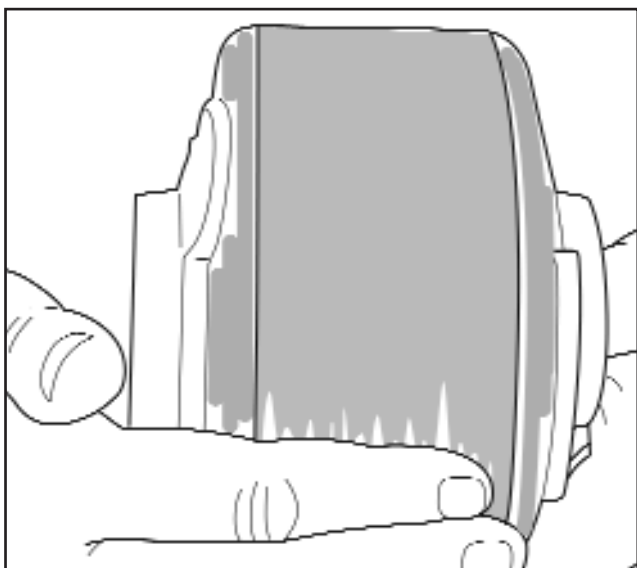
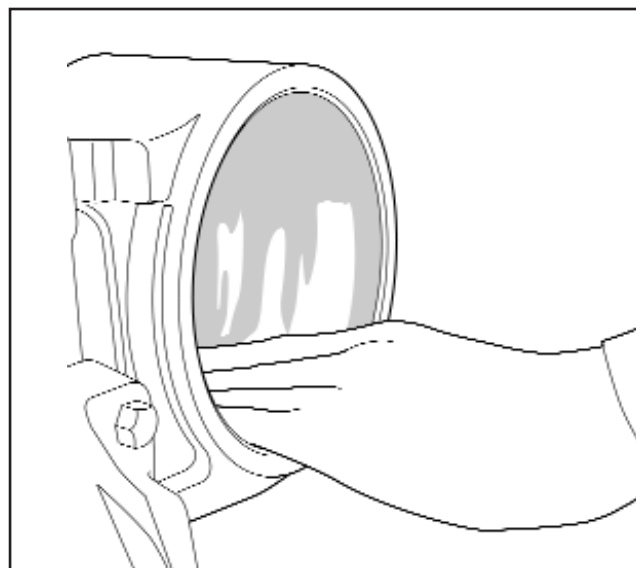
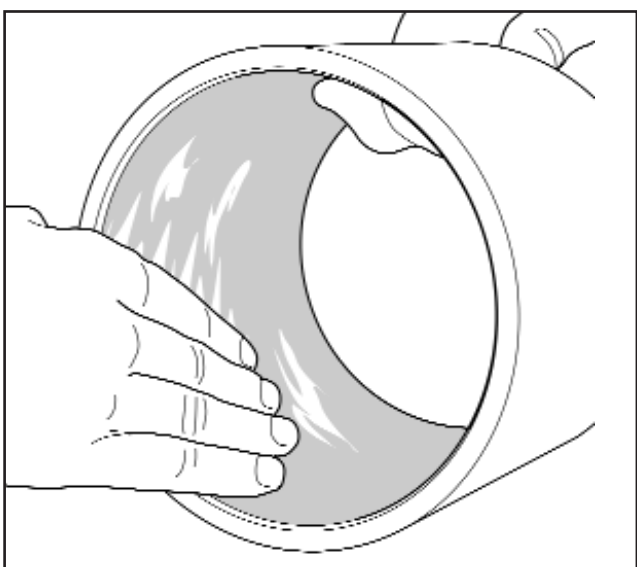

Fig 3.31
Fig 3.33
Fig 3.32
1. Appliquer la solution gel P-80 à toutes les surfaces et bords de la bague d'axe d'articulation, comme indiqué (figure 3.31). Appliquer également la solution à l'entonnoir " D " (figure 3.32) et au tube extérieur du bras oscillant (figure 3.33).